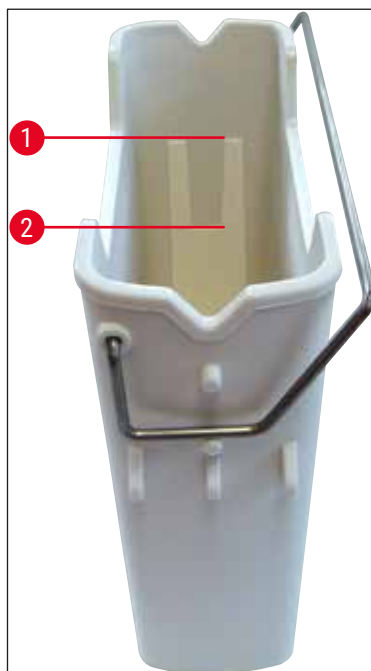

Fig. 17
- » Compruebe que el asa de las cubetas de reactivo esté bien montada en las cubetas. Si no es así, apriete el asa como se muestra en (→ Fig. 17).